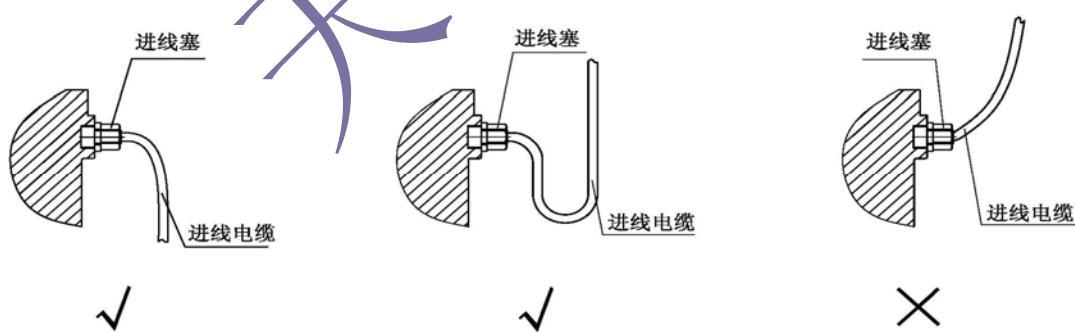

图 5
3. 应正确引入电缆, 避免雨水沿电缆流向电动装置 (图 5 中前两种为正确引入电缆方式)。